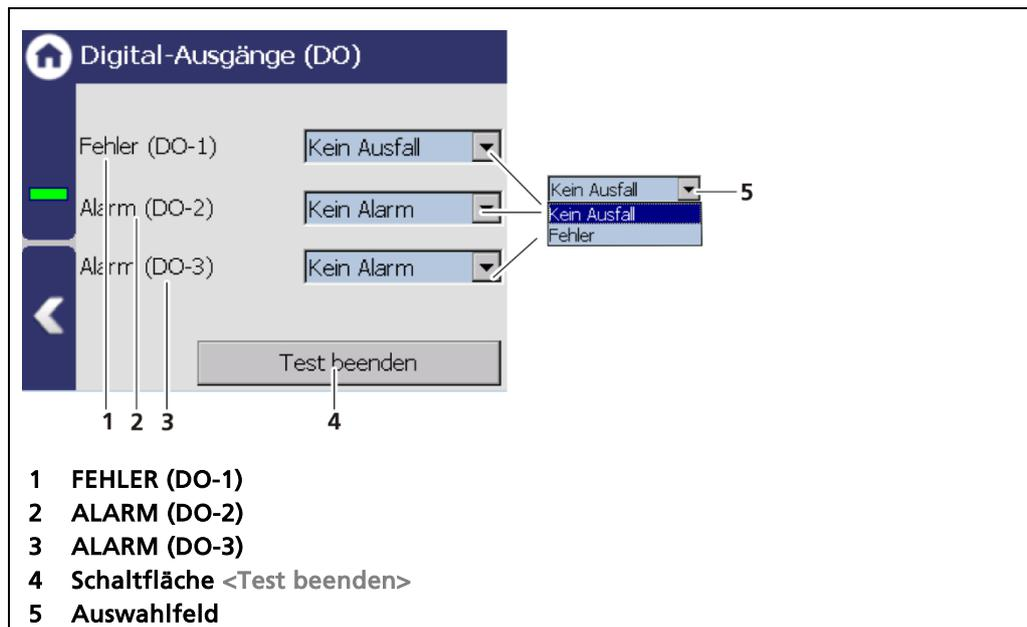

Abb. 128 Simulation Digital Ausgang
1. Klicken Sie auf das Auswahlfeld (Abb. 128, Pos.5) und wählen Sie „Fehler“ bzw. „ALARM“ für die Simulation aus.
2. Klicken Sie auf die Schaltfläche <Test beenden> (Abb. 128, Pos.2) um die Simulation zu stoppen.